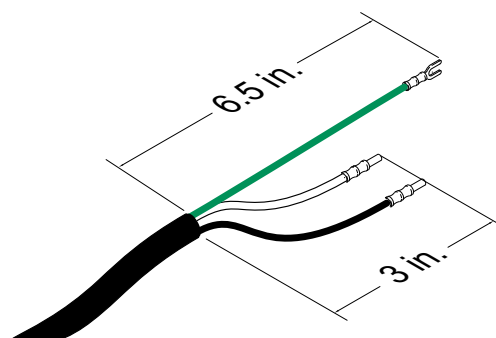

FIG. 13: Cavo di alimentazione
1. Posizionare l'interruttore di disconnessione (AZ) su OFF.
- Aggiungere dei capicorda se necessario. Vedere FIG. 13.